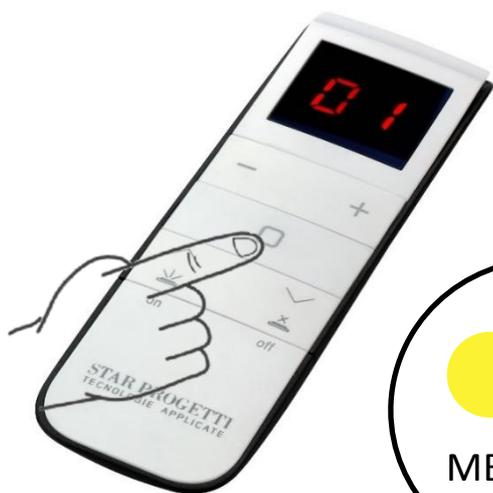

Fig.11
- Sul canale «1» premere il pulsante come fig. 11